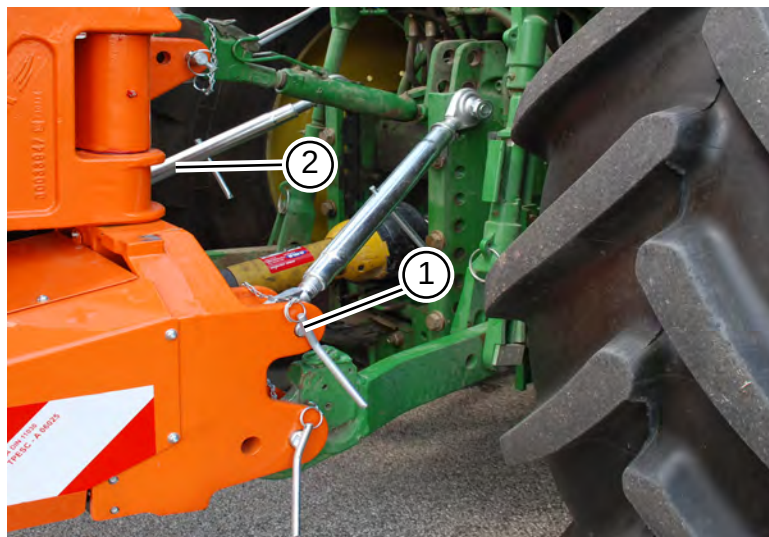

Fig. 28
- Collegare il tirante del sollevatore della trattoria all'attacco terzo punto (3, "Fig. 28"). Bloccare i perni con le copiglie di sicurezza.
- Collegare, tramite tenditori gli attacchi supplementari (1, 2, "Fig. 28"). Bloccare i perni con le relative coppie di sicurezza.
- Connect the tie rod linkage of the tractor to the third point hitch (3, "Fig. 28"). To stop the pivots with the safety copiglies.
- Connect the additional hitches through stabilizers (1, 2 "Fig. 28"). Lock the pins with their safety pins.
- Brancher le tirant du soulèvement du tracteur à l'accrochement du 3eme point (3, "Fig. 28"). Bloquer les pins avec la goupille de sécurité.
- Brancher, avec les tendeurs, les accrochements supplémentaires (1, 2 "Fig. 28"). Bloquer les pins avec les goupilles de sécurité concernées.
- Die Verbindungsstange des Traktors zu den Angriff des 3. Punktes zu verbinden (3, "Fig. 28"). Sperren Sie die Bolzen mit Federstecker.
- Die zusätzlichen Angriffen mit den Spannschlösser (1, 2 "Fig. 28") zu verbinden. Sperren Sie die Bolzen mit Federstecker geliefert.
- Conectar el tensor del levantador del tractor al tercero punto (3, "Fig. 28"). Parar los pernos con el copete de seguridad.
- Conectar, por medio de enganche adicionales (1,2 "Fig. 28"). Para los pernos con los relativos copetes de seguridad.
- Ligar o tirante do elevador do trator à conexão de terceiro ponto (3, "Fig. 28"). Fechar os pinos com as cavilhas de segurança.
- Ligar as conexões adicionais (1, 2, "Fig. 28") através de tensores. Bloquear os pinos com as relativas cavilhas de segurança.